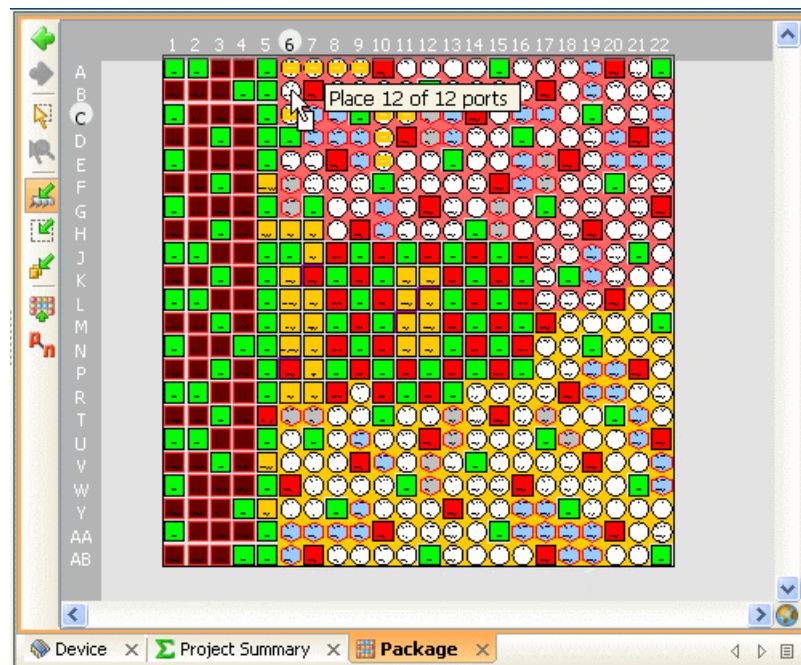

図 8-19： I/O ポートの I/O バンクへの配置
3. ピンまたはパッドをクリックすると、選択された I/O ポートが割り当てられます。図 8-19 は、I/O パッドを示しています。